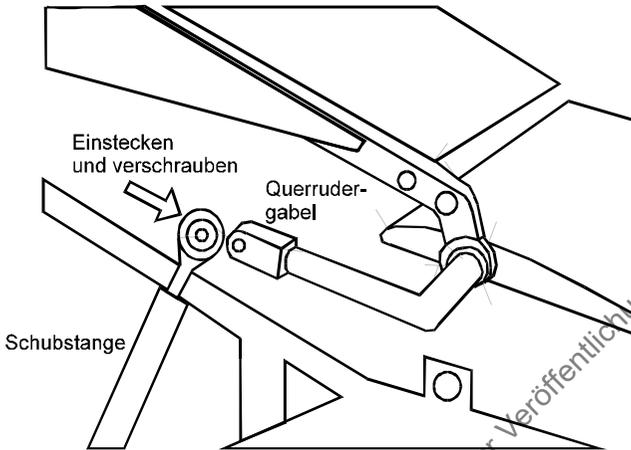

Bild 9: Querruder-Anschluss (rechter Flügel)
6. Jetzt bei beiden Querrudern gemäß Bild 9 die Schubstange mit dem Gabelstück verbinden. Dazu Gelenkkopf in Gabelstück stecken, Bolzen durchstecken, Unterlegscheibe und Mutter anbringen, leicht festziehen und mit Fokkernadel sichern. Muttern dabei zur Rumpffinnenseite.